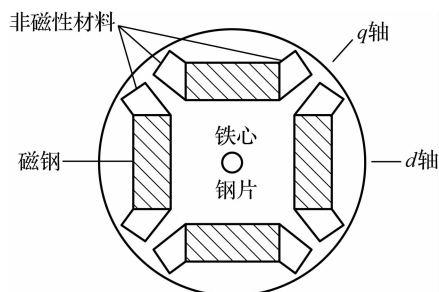

图 2-15 内埋式永磁转子
(3)内埋式转子结构。内埋式转子结构的永磁体位于转子内部,每个永磁体都被铁心包容,如图 2-15 所示。
内埋式转子结构在电磁性能上也属于凸极式转子结构。从图 2-15 可以看出, d 轴主磁通穿过两个永磁体, 相当于在 d 轴磁通路径上存在两个额外的大气隙, 而 q 轴主磁通仅穿过铁心和气隙; 因空气的相对磁导率是 1, 所以 q 轴同步电感要明显大于 d 轴同步电感。通常用凸极率($P=L_q/L_d$)来表示永磁同步电机的凸极性。在相同条件下, 面装式转子结构的凸极性最小, 内埋式转子结构的凸极性最大。